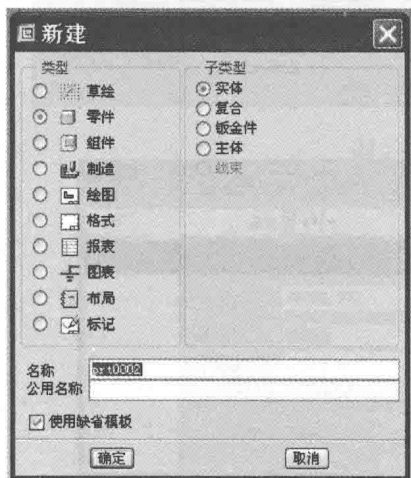
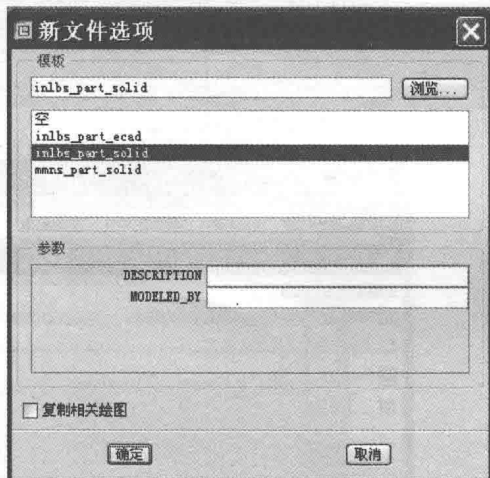

图 1-5 “新建”对话框
图 1-6 “新文件选项”对话框
① 新建。单击菜单“文件/新建”命令或单击“文件”工具栏中的  按钮, 系统弹出如图 1-5 所示的“新建”对话框。
该对话框用于定义新建文件的类型、子类型和文件名称等, 在图 1-5 中的“名称”文本框可以直接输入新文件名, 选中“使用缺省模板”复选框表示创建新文件采用系统默认的单位、视图、基准等设置。如果不选此选项, 系统将弹出图 1-6 所示“新文件选项”对话框, 读者可以重新进行模板定义。